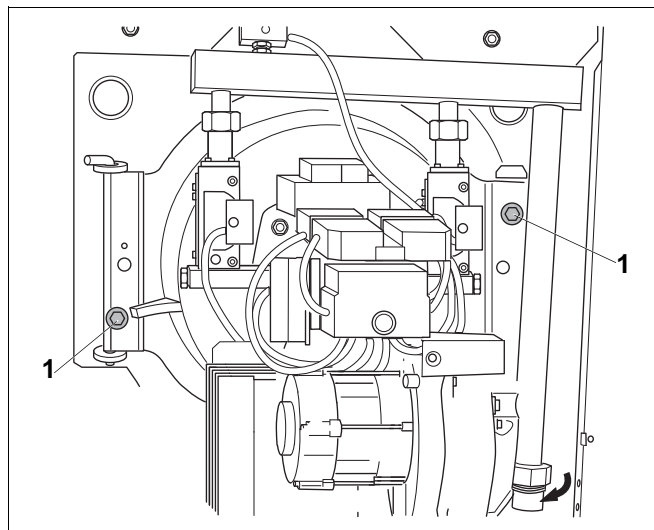

Рис. 23 Дверца SB315 VM с установленной горелкой предварительного смешивания
- Закрепите дверцу горелки двумя болтами (рис. 23, поз. 1) (момент затяжки около 10, макс. 15 Нм).
- Выверните болты из дверцы горелки и откройте ее, см. рис. 23 на стр. 18.
- Отверните в сторону дверцу вместе с горелкой, см. рис. 23 на стр. 18.